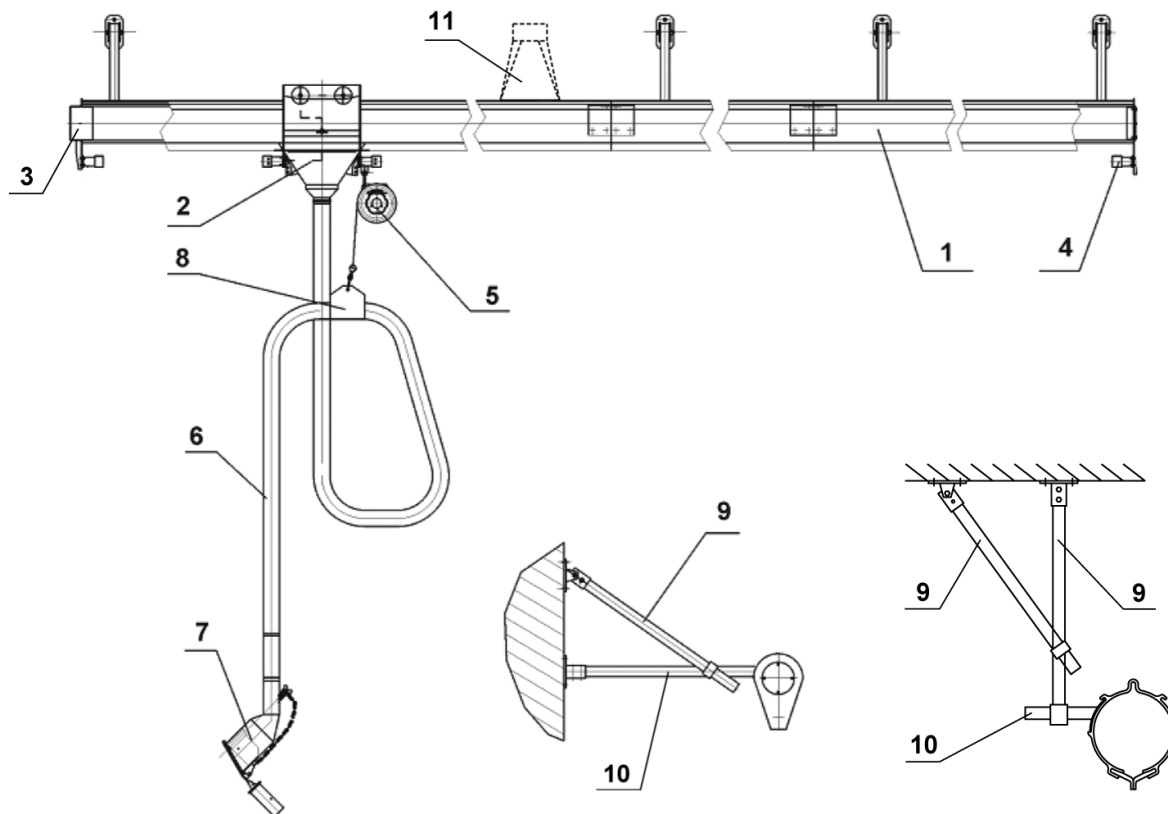

Рисунок 1
4.1.1 Система состоит из рельса-воздуховода (1) (рисунок 1), на который устанавливается каретка с патрубком (2) с присоединённым к ней шлангом (6) с газоприёмной насадкой (7).